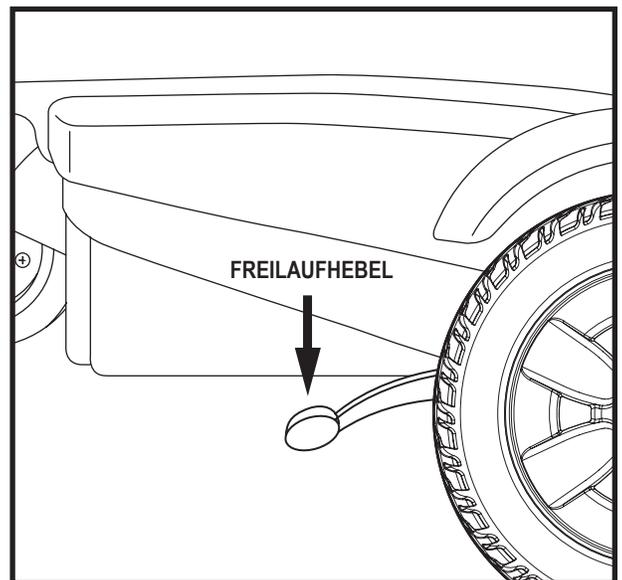

Bild 8. Freilaufmodus (Antrieb deaktiviert)
3. Drücken Sie beide Hebel nach unten, um die Antriebsmotoren auszukuppeln (Freilaufmodus). **Siehe Bild 8.**